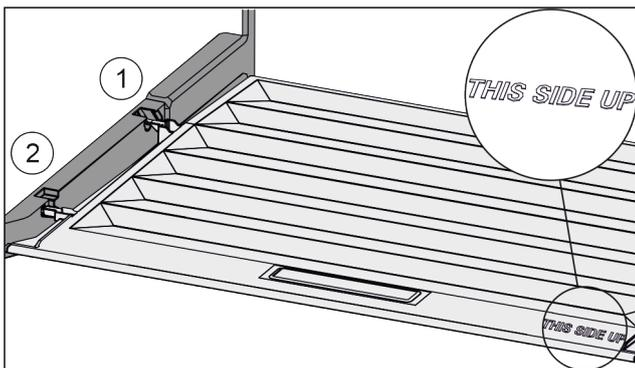

Fig. 28
- ▶ Introduzca los nervios de la tapa por la abertura del soporte trasero Fig. 28 (1) y encájelos por delante en el soporte Fig. 28 (2).